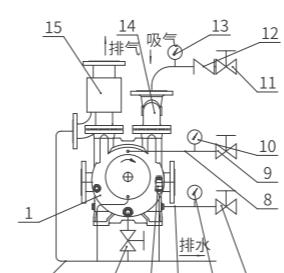
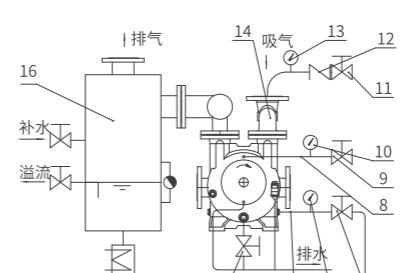
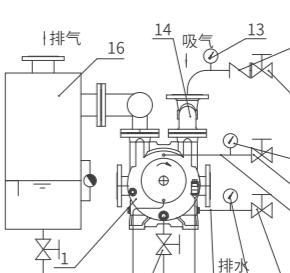
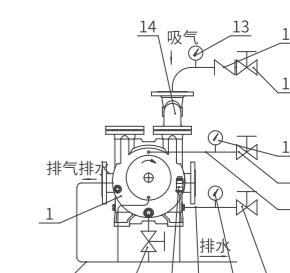

图6
图7
图8
图9
4、根据不同的使用特点, 管路系统可参照图6、图7、图8、图9的布置形式。
5、图6~9说明：
①图6中的实线部分为常规供货范围。
②图7、图8说明：
(a) 图7、图8适合于易燃、易爆、有毒或要求回用的气体的抽送。但用户必须要增设现场监控措施，确保气水分离器的液位处于液位计的中心位置。
(b) 当工作液要循环使用时，要配上热交换器（见图7，如我公司生产的2BW5成套机组），由于2BE1真空泵具有自吸功能，如果气水分离器与泵的距离在3m以内时，无需另配增压泵。圆形气水分离器的液位要与泵的轴心线在同一水平线上。由于排出的气体会带走一部份水，即使是图7的工作液闭式循环，也要定期补充一定的水量。
③图9说明：
●如果抽吸的气体易燃易爆或有毒，采用图6和图9的布置，气体均会从排液处带出，造成危险，用户应要对真空泵排出的
●即使采用图7、图8的布置，用户也要根据现场的具体情况增加气体泄漏监控措施，否则会引发重大安全事故。
参看图6。
参看图7、图8
⑤如果被抽吸的是易燃、易爆、有毒或要回用的气体，则要调节圆形气水分离器的密封液位，使液位处于液位计的中间位置，防止气体泄漏。
⑥采用图8布置时，工作液一次使用，必须人工调节气水分离器的排水闸阀，保证圆形气水分离器的液位在液位计的中间，这样才能保证气体不会从气水分离器的底部漏出。
⑦采用图7布置时，工作液闭式循环使用，要定期补充水，防止因气体带走的水引起水位下降而导致泄漏气体。
3、停车（见图6）
①额停机前先检查系统中各相应设备能否进入停机规程中。
②关停电机，然后关闭供水闸阀7；如果是轴封外供水，必需等液环泵停稳后再关闭轴封供水阀门9。
③打开排水阀门3（或泵底部盖板）。排清积水，以防生锈或在冰冻的环境下冻裂泵体。